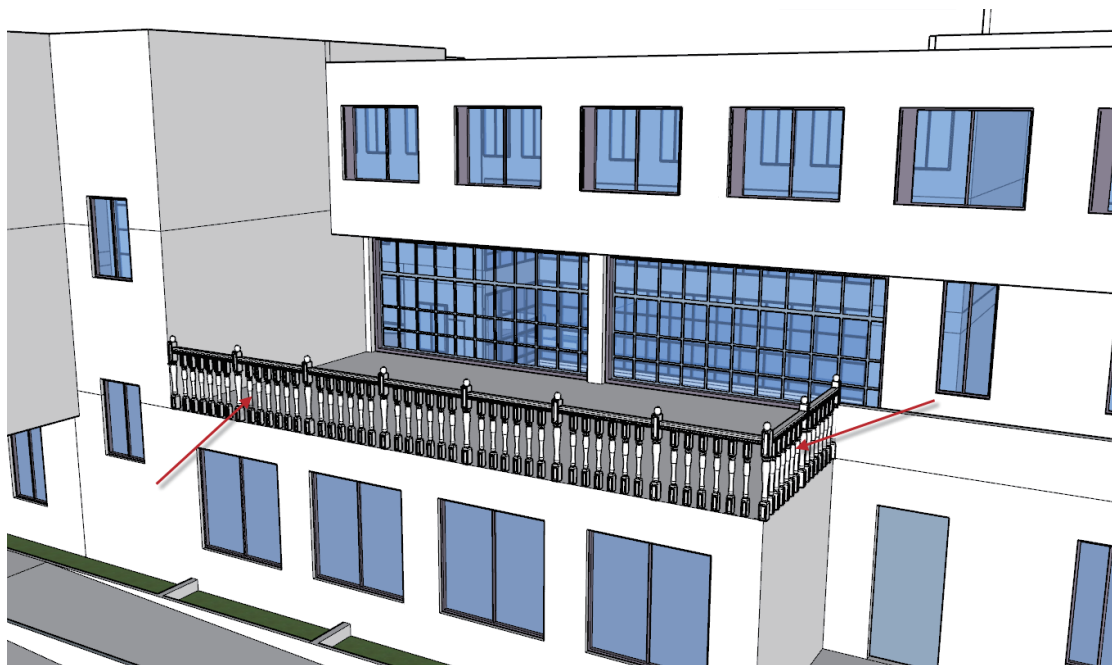

图 1.14 绘制栏杆
(3) 绘制栏杆。二楼的一侧采用了退台式设计，有一个平台，为了安全性，在平台的边缘需要绘制栏杆，如图 1.14 所示。